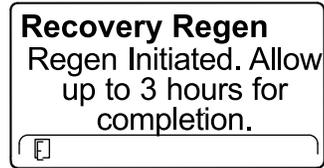

Figura 60
6. L'InfoCenter visualizza il messaggio relativo al tempo di completamento (Figura 60).